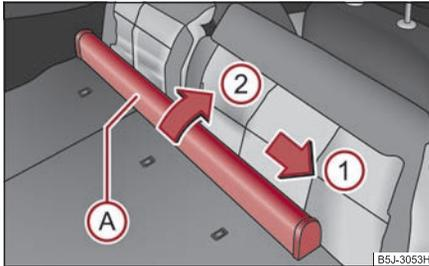

Abb. 90 Rücksitze: Netztrennwandgehäuse
- Schieben Sie das Netztrennwandgehäuse (A) ⇒ Abb. 90 in Pfeilrichtung (1) und nehmen Sie es aus der Aufnahme der rechten Rücksitzlehne in Pfeilrichtung (2) heraus.